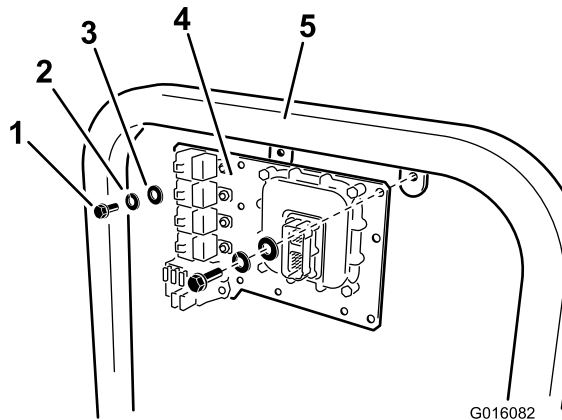

Figura 14
A. **Para el Multi-Pro 1200 y 1250:** Instale la placa de montaje usando 2 pernos (5/16 x 3/4 pulgada), 2 arandelas de freno, (5/16 pulgada) y 2 arandelas planas, según se muestra en Figura 14.